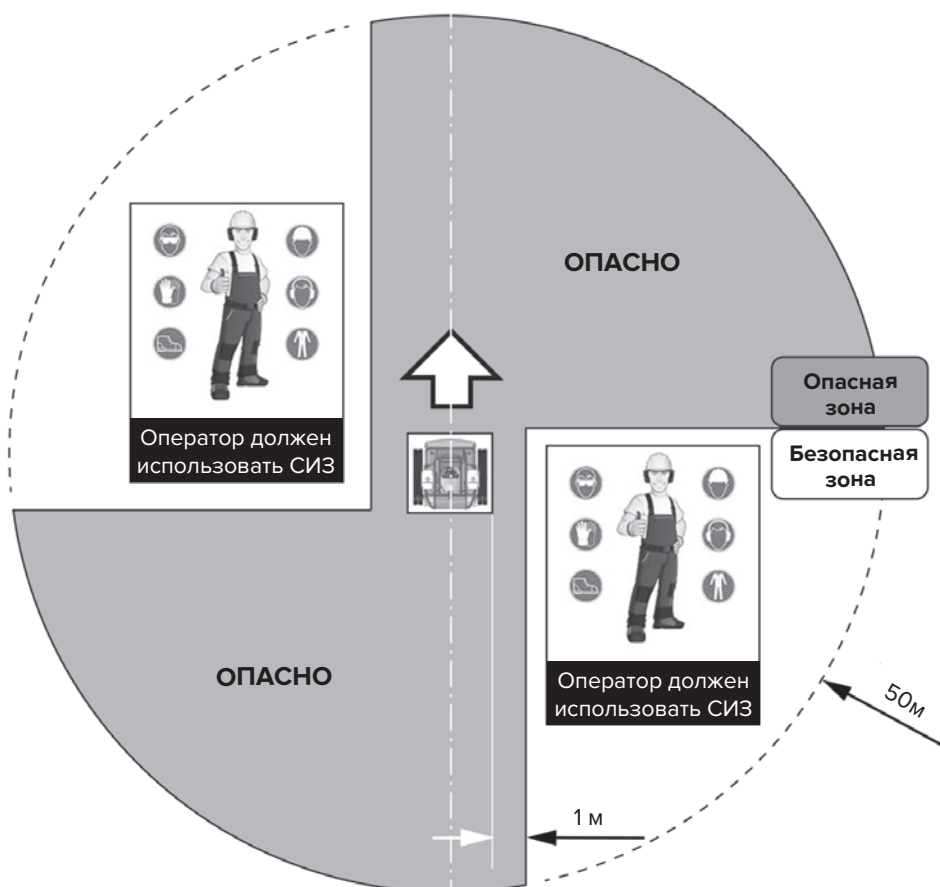

Рис. 19
2. Не позволяйте людям или животным приближаться к машине. Неправильное управление приводом может привести к тяжелым травмам людей, или какой-либо предмет может быть выброшен из-под ножа косилки и ударить кого-либо. Опасная зона показана на Рис. 19. Только оператору разрешено находиться в пределах периметра радиусом 50 м в зоне белого цвета только в том случае, если он носит предписанные средства индивидуальной защиты.